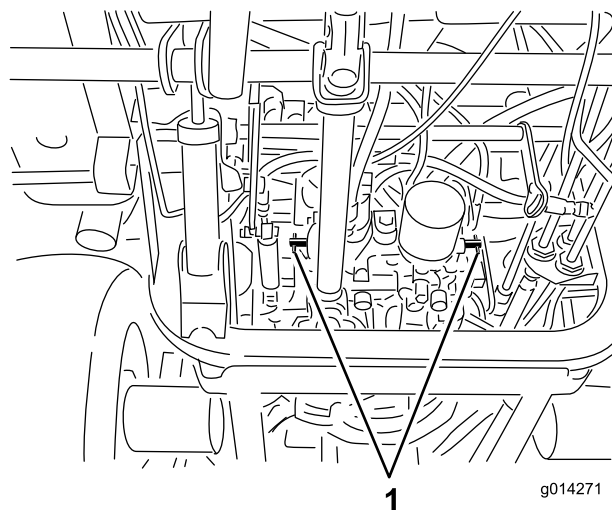

Bild 28
4. Drehen Sie jedes Sicherheitsventil eine Umdrehung nach links (Bild 28).
Drehen Sie jedes Sicherheitsventil um eine Umdrehung nach rechts und ziehen Sie sie mit der Hand fest (ungefähr auf 8 Nm) (Bild 28).